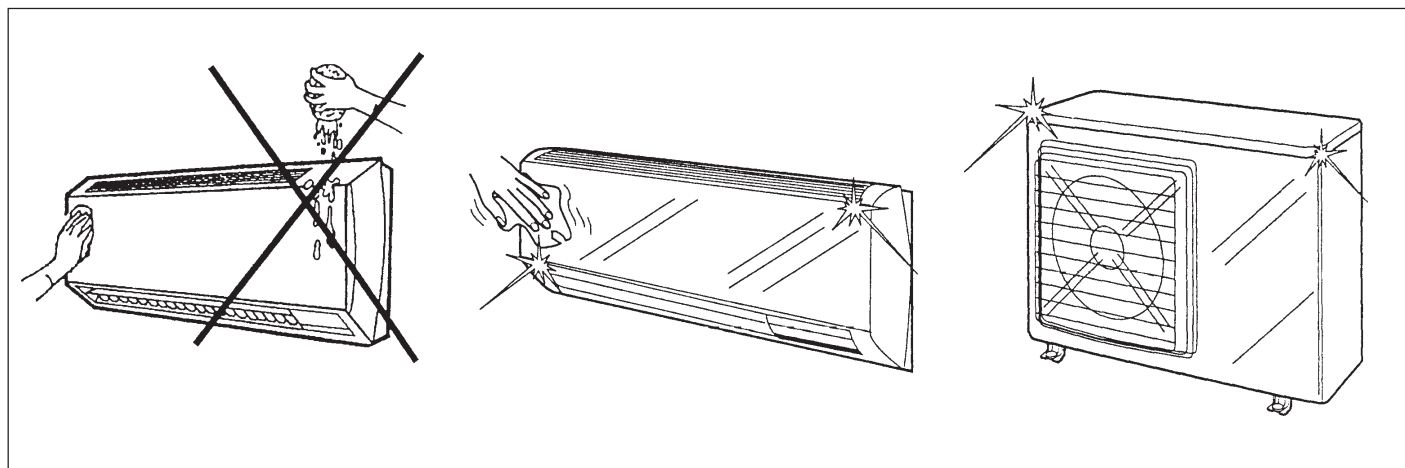
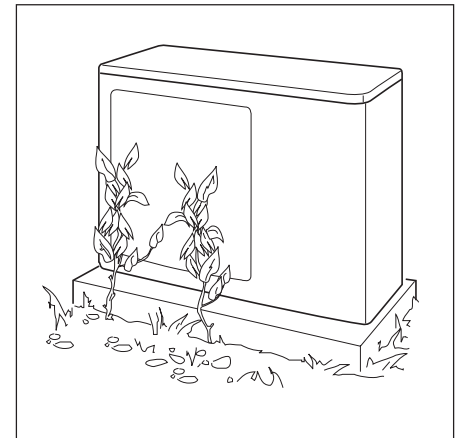

Abb. 7
Abb. 10
Die Verwendung von Benzin, Alkohol, Scheuermittel oder Lösungsmittel ist nicht erlaubt. Bei der Reinigung darf kein Wasser in das Innere des Gerätes gelangen (Abb. 7). Bei dem Außengerät ist in regelmäßigen Abständen der Bereich um das Ausblasgitter zu kontrollieren und gegebenenfalls zu säubern, um den ungehinderten Luftstrom zu gewährleisten (Abb. 10).
- Die Luft im Innen- oder Außengerät kann nicht frei zirkulieren (siehe Abb. 10).